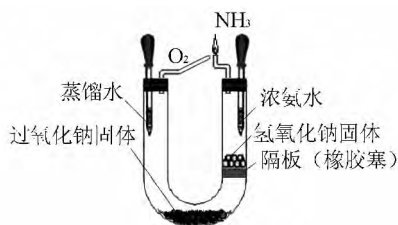

图 1
实验装置如图 1 所示。
1. 按图 1 所示安装好装置,并保证装置的气密性完好。